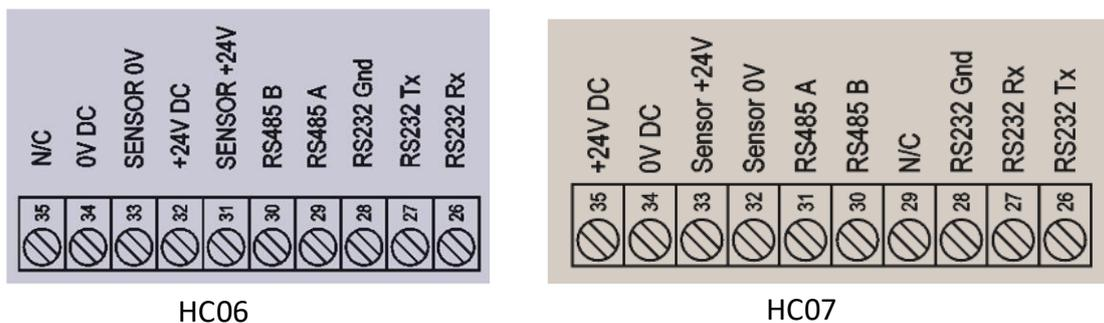

Figura 9: HC06 vs. HC07 – Diferenças nas saídas do conector de 10 pinos
O Hydro-Control (HC07) foi concebido para utilizar o mesmo conector físico de 10 pinos para a fonte de alimentação e a ligação de sensores que o utilizado para instalações HC06. No entanto, **as ligações de cablagem no conector de 10 pinos diferem entre os dispositivos HC06 e HC07**; consulte a Figura 9.
A Figura 9 mostra a diferença na configuração da cablagem entre a cablagem da instalação HC06 e as ligações necessárias para o HC07.
- Substituindo a cablagem do conector HC06 para corresponder à saída do HC07 (consulte a Figura 9)
Quando a cablagem adaptadora de HC06 para HC07 (n.º de peça 7060) não está disponível, a configuração da cablagem do bloco de terminais de 10 pinos pode ser alterada para corresponder à saída da cablagem do bloco de terminais do HC07; consulte a Figura 9.